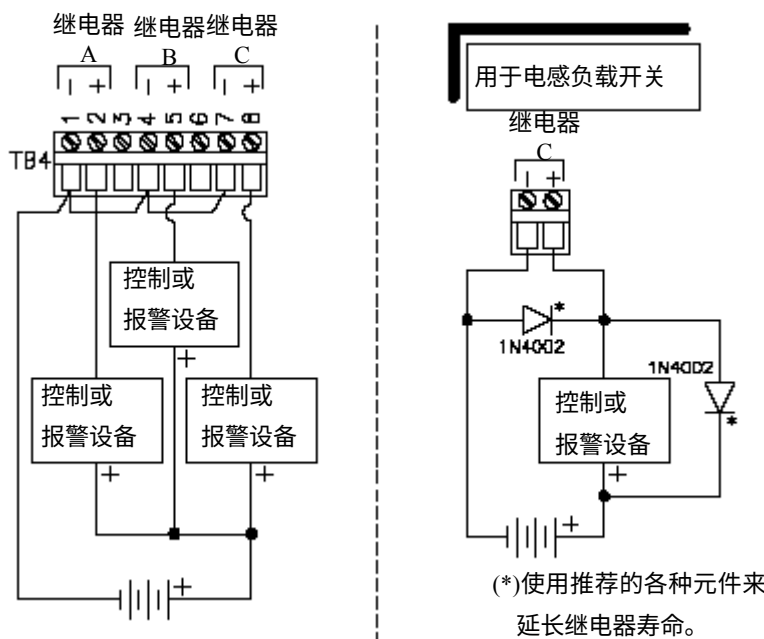

图 2-7 连接控制/报警装置到固态直流继电器
在 TB4 的接线端 1~8 共提供三路 SPST (单刀单掷) 固态直流 (DC) 中继输出 (中继 A、B 和 C) ——除了接线端 3 和 6 没有用到。通用的接线排列图参见图 2-7。
**注意：**这些固态直流 (DC) 输出要求 3~60 VDC 电源。